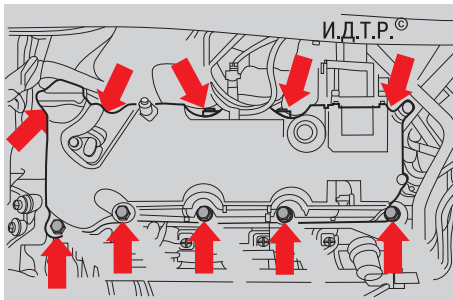

Рис. 5.10. Болты крепления крышки головки блока цилиндров
8. Выверните десять болтов крепления крышки головки блока цилиндров (рис. 5.10), после чего снимите крышку и установленную под ней прокладку.